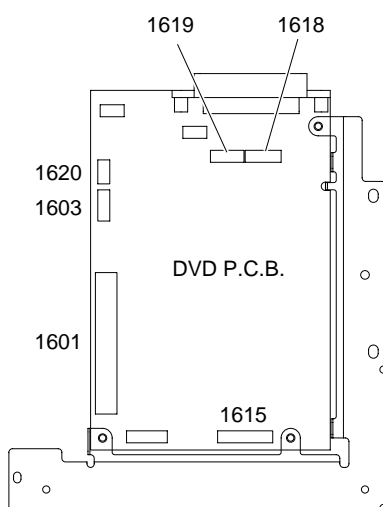

Fig. 6
- e. Remove connectors 1601, 1603, 1615, 1618, 1619 and 1620 in Fig. 6.
- e. コネクター1601、1603、1615、1618、1619、1620を外します。( Fig. 6 )